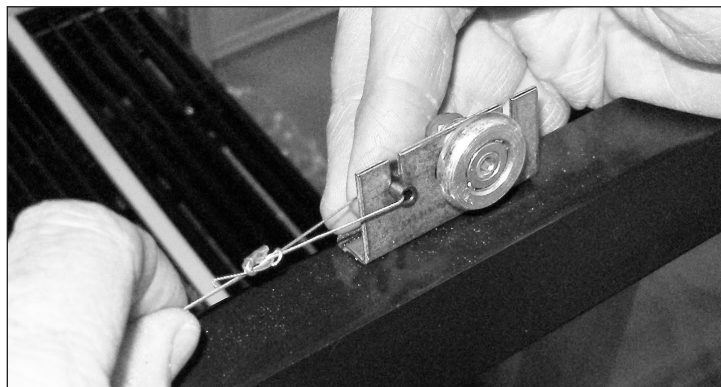

Fig. 5. Retirez le cordon de la porte du support du galet.
- Retirez le cordon de la porte du support du galet. Voir fig. 5 et 6.